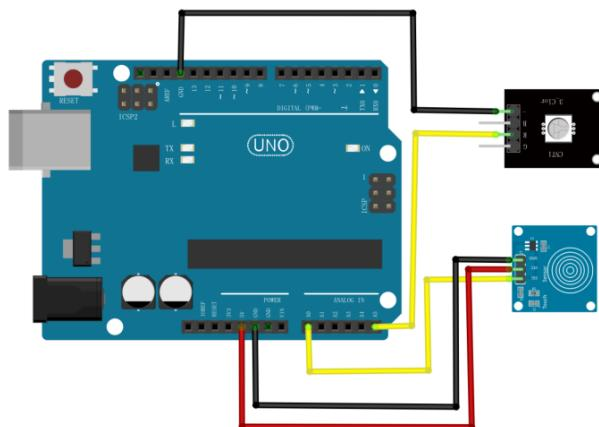

图 15.2: 实验接线图
- (1) 按照如图15.2所示的方式完成接线；
- (2) 打开 Arduino IDE，输入程序；
- (3) 检查无误后上传程序；
- (4) 分别用手指触摸和离开触摸开关，观察 LED 灯模块的变化。